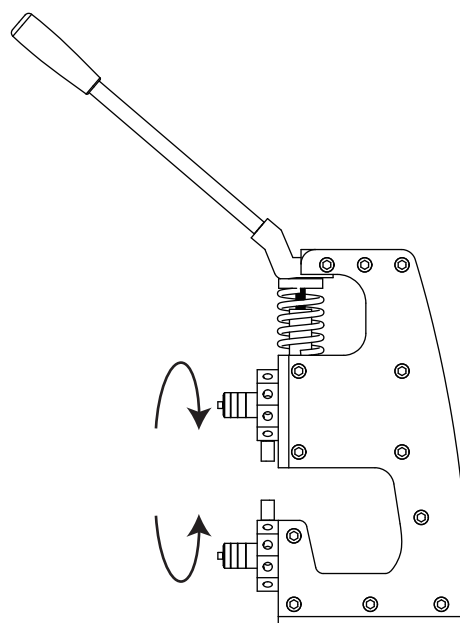

図5.2
- 6、図5.2のように、金型の向きを調整し、上型(オス)を下向き、下型(メス)を上向きにします。